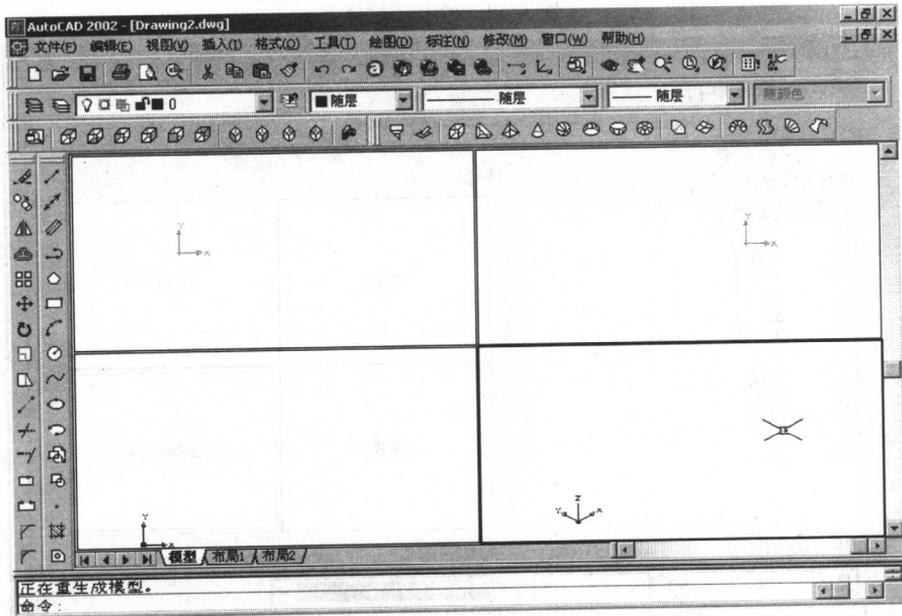

图 1.16 绘图区分成 4 个窗口并设置各窗口的视点
2) 实际绘图时往往先设置视窗、视点,再绘图。如图 1.16 所示,可在任一窗口绘图,形体在所有窗口都会有反映,即每个窗口显示都是从不同的视点观察形体的结果。有时也需要在不同窗口内交替绘图。